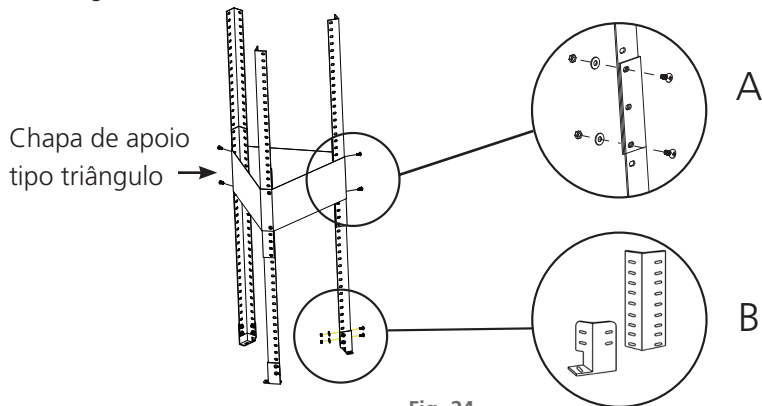

Fig. 24
- Ajustar a altura da coifa conforme a necessidade, utilizando as cantoneiras sobrepostas, cada uma com 2 parafusos, arruela e porca, utilizando a chapa de apoio tipo triângulo. [Fig.24].
- **A sobreposição das cantoneiras não poderá ser inferior a 300mm [15 furos]** [Fig.24 A].
- Fixar o apoio de fixação nas cantoneiras com os parafusos, arruelas e porcas [acompanha o produto][Fig. 24 B]